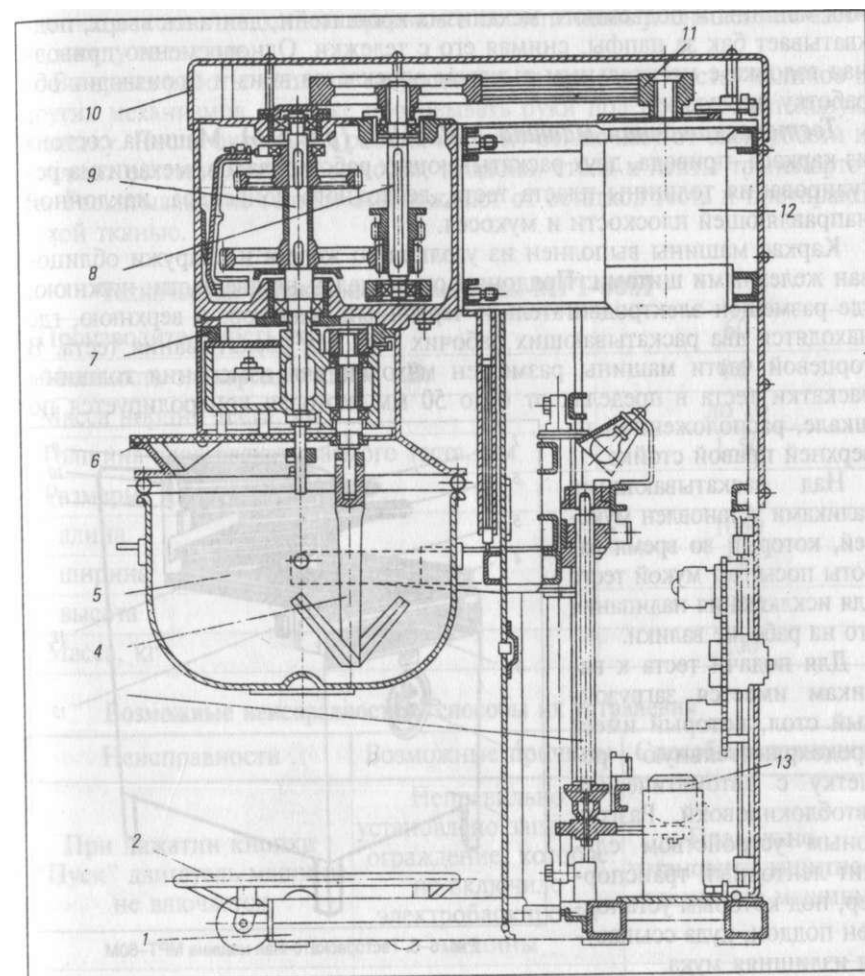

Рис. 6-5. Машина интенсивного замеса теста МТИ-100
**Тестомесильная машины ММ-100 (рис.6-5).** Эта машина предназначена для интенсивного замеса дрожжевого и пресного теста. Она состоит из основания, станины, трех сменных баков, сменных месильных инструментов, тележки, двух приводных устройств (для перемешивания продуктов и для подъема бака) и пульта управления.